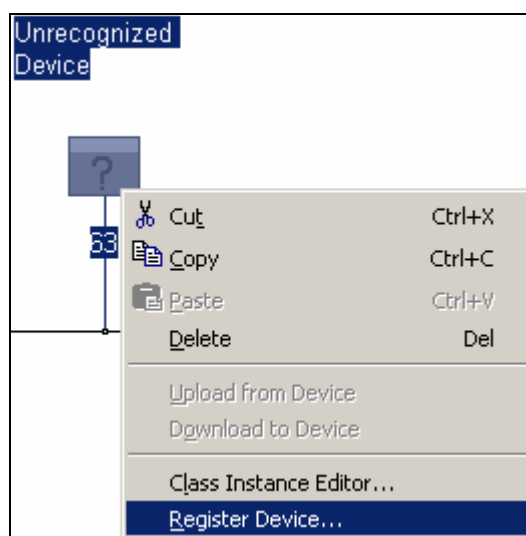

图 3-33 注册设备
13. 我们需要创建或注册 EDS 文件。罗克韦尔自动化所有设备的 EDS 文件可以向设备供应商索取，也可在以下网址获取：<http://www.ab.com/networks/eds>。或者，用户还可以在 DeviceNet 的官方组织 ODVA(Open DeviceNet Vendor's Association)网站上查找：<http://www.odva.org>。除此之外，用户还可以从设备上下载 EDS 文件信息。部分设备支持该功能。首先，右键单击 Unrecognized Device 图标并选择 Register Device...（注册设备）。如图 3-33 所示。